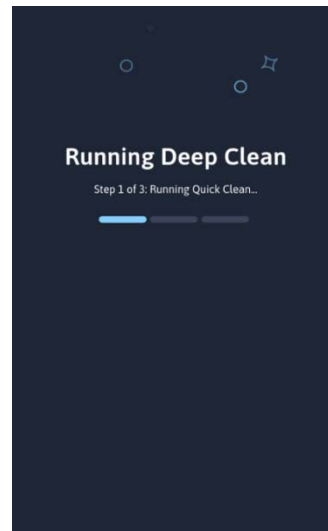

Abbildung 36
3. Das Analysegerät führt automatisch zwei Waschzyklen aus, nimmt die Tiefenreinigung (3 Minuten) vor und schließt mit 2 weiteren Waschzyklen ab (Abbildung 36). Während der dreiminütigen Tiefenreinigung erscheint das Gerät im Leerlauf, solange das Fluidiksystem in deepCLEAN Reinigungslösung/Natriumhypochlorit getränkt ist.